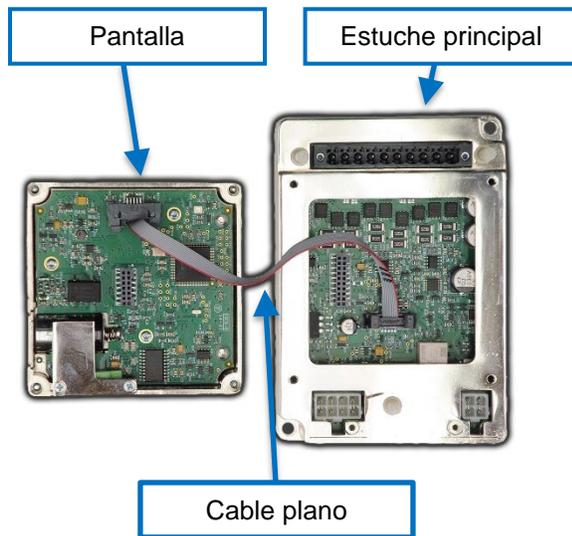

Imagen 22.2: Unidad de disparo y pantalla (separados)
- Retire la tapa negro del cableado dejando al descubierto los tres (3) bornes distanciadores.
- Un (1) cable plano. Consulte Imagen 22.2.